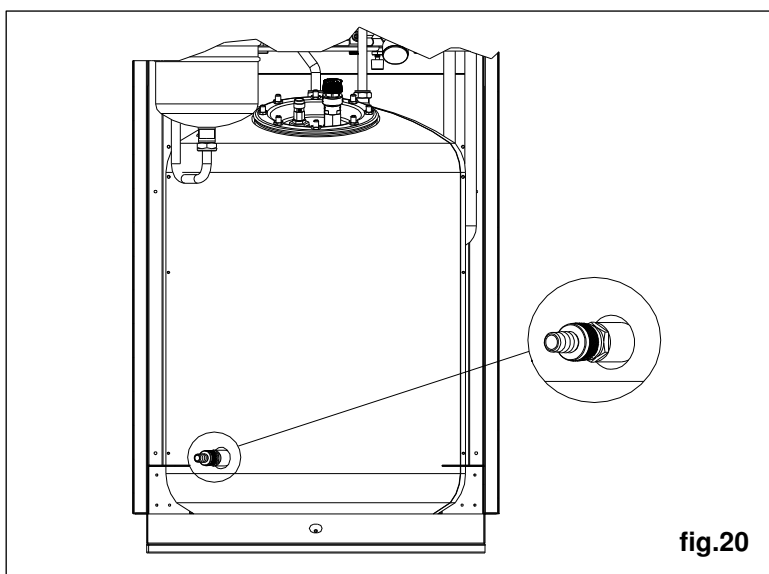

fig.20
- Ouvrir le robinet de vidange du préparateur situé sur la partie inférieure du préparateur (fig.20).